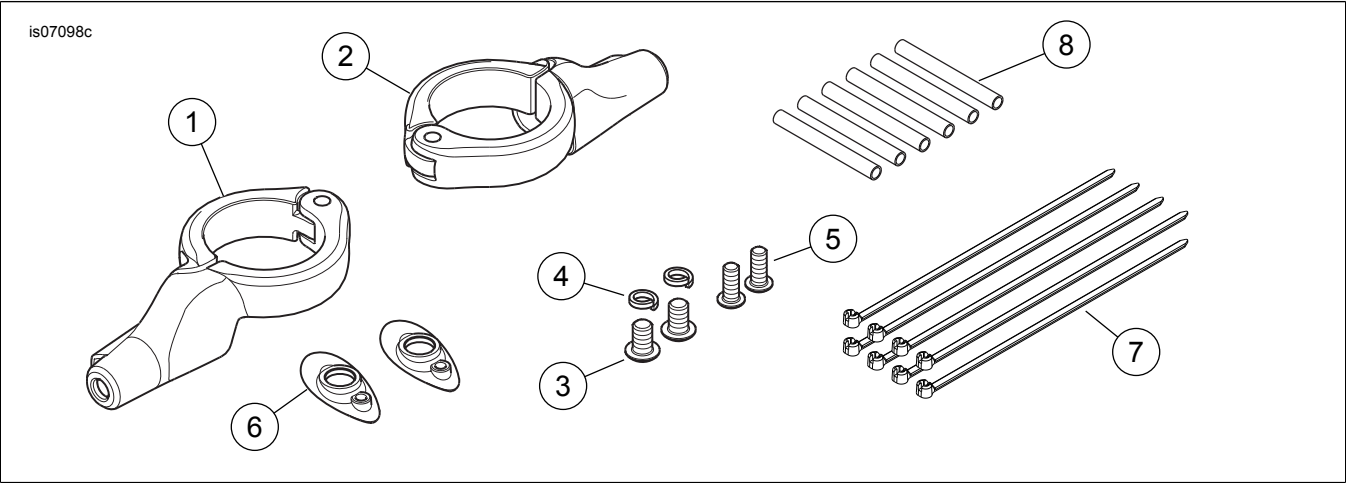

Figura 3. Peças de reposição: Kit de reposicionamento do pisca dianteiro
Consulte Figura 3 e Tabela 1.
8. Veja Figura 3. Deslize a seção de 51 mm (2.0 in) de comprimento do encapsulamento (parede dupla) do tubo retrátil (8) sobre o conduíte e os fios, próximo ao alojamento do pisca.